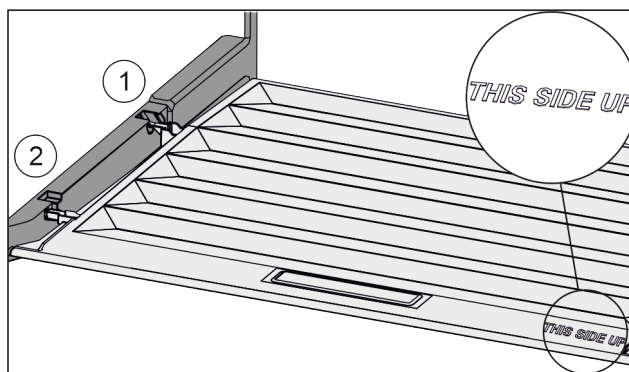

Fig. 90
- ▶ Introduceți nervura capacului prin orificiul suportului posterior Fig. 90 (1) și înclichează-l în față în suport Fig. 90 (2).